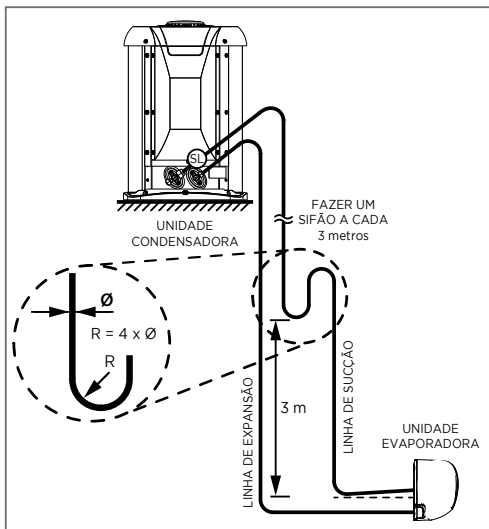

FIG. 19 - LINHAS DE INTERLIGAÇÃO
1. Quando a unidade condensadora estiver em um nível superior ao da unidade evaporadora, fazer sifões nas subidas da linha de sucção a cada 3,0 metros; considerando desde a saída da evaporadora (Fig. 19).
3. Inclinare as linhas horizontais de sucção no sentido do fluxo. (Fig. 19)